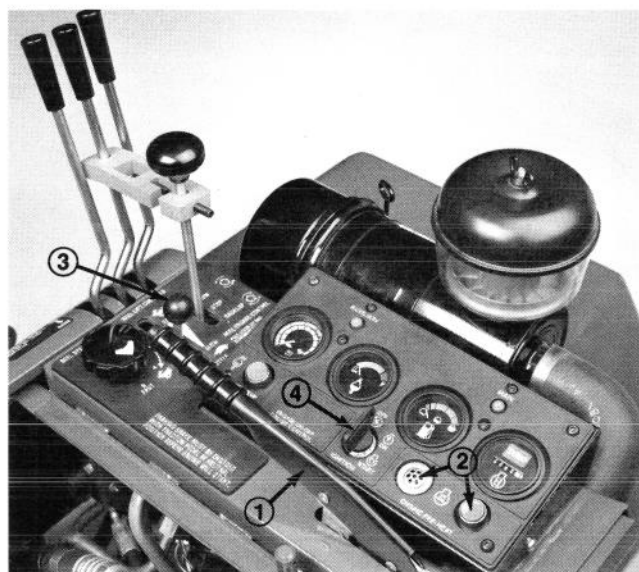

Fig. 12
1. Sedersi sul sedile, senza posare il piede sul pedale della trazione. Verificare se il freno di stazionamento è innestato (Fig. 12). Il pedale di trazione e la leva di falciatura/lappatura devono essere in folle.
2. Se il motore o la temperatura ambiente sono inferiori a 7-10°C, premere l'interruttore di preriscaldamento del motore e tenerlo premuto fin quando l'indicatore brilla (Fig. 12). Rilasciare quindi l'interruttore e procedere al punto 3 per l'avviamento del motore.
3. Spostare il comando del gas su SLOW e girare la chiave di accensione su START (Fig. 12). Quando il motore si avvia, rilasciare la chiave.
1. Alzare il cofano e tenerlo aperto con l'asta di supporto (Fig. 12).